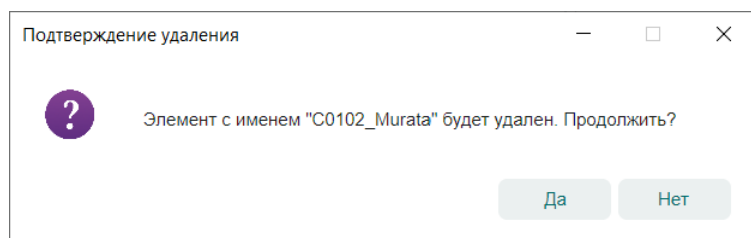

Рис. 111 Подтверждение удаления
2. В окне «Подтверждение удаления» нажмите «Да» для подтверждения удаления корпуса или «Нет» для отмены действия, Рис. 111.